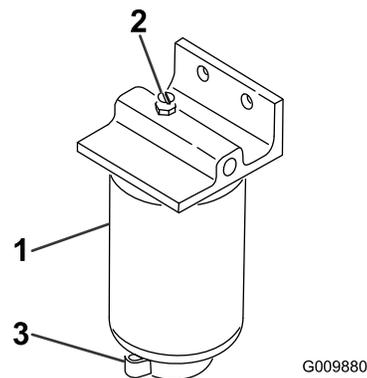

图66
- 松开过滤器过滤筒底部的排水阀（图66）。
- 清洁滤清器过滤筒的安装区域（图66）。